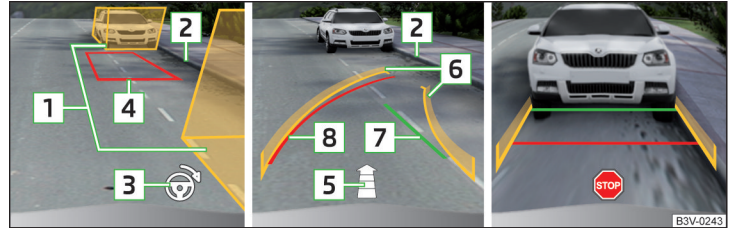

Abb. 266 Bildschirmanzeige
- › Das Fahrzeug so anhalten, dass sich kein Hindernis in der Lücke zwischen den Hilfsboxen **1** » Abb. 266 befindet und die hintere Box nicht über die seitliche Begrenzung der Parklücke (z. B. Bordstein) **2** hinausreicht.